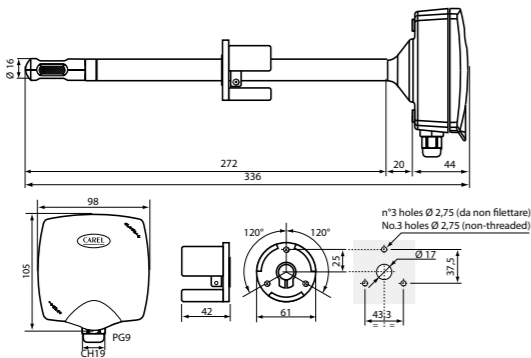

Fig. 1
- Nelle figure 1 e 2 sono indicati i punti di fissaggio per le sonde, si consigliano di utilizzare le viti fornite assieme al sensore.
- Figures 1 and 2 indicate the points for securing the sensors; the screws and the sensors supplied should be used.